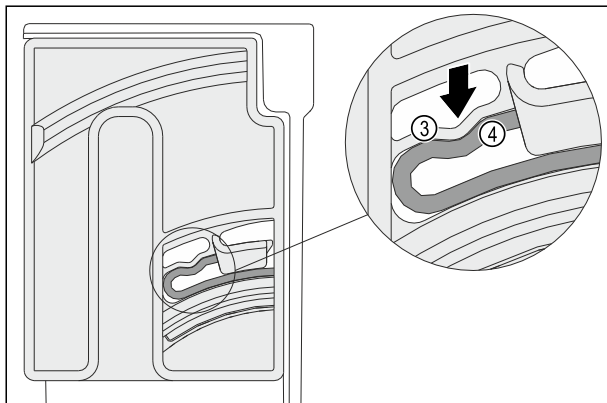

Fig. 129
- ▶ Element elastyczny Fig. 129 (3) pokrętła zatrzymuje się słyszalnie na zaokrągleniu krawędzi Fig. 129 (4).